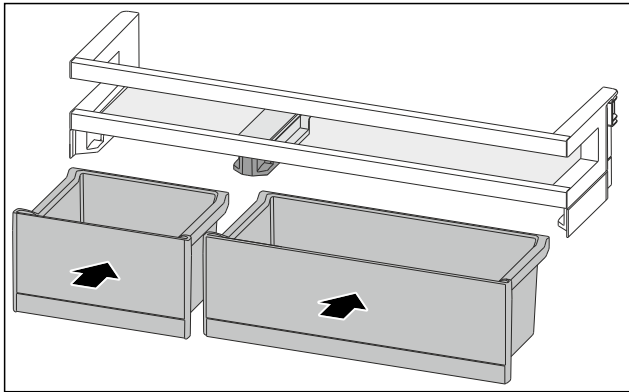

Fig. 90
- Installer les VarioBoxes dans l'agencement inverse. (voir Fig. 90)